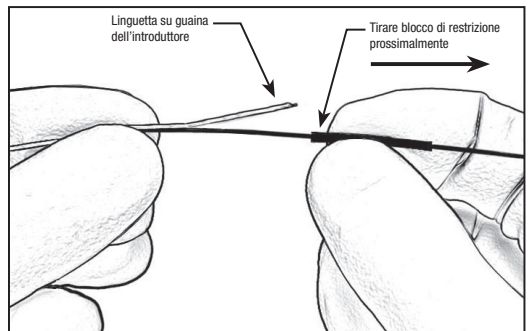

Figura 3 – Tirare blocco di restrizione prossimalmente
16. Tenere il dispositivo in posizione appena distale rispetto al blocco di restrizione e tirare il blocco di restrizione prossimalmente per esporre la linguetta sulla guaina introduttrice. Vedere Figura 3.